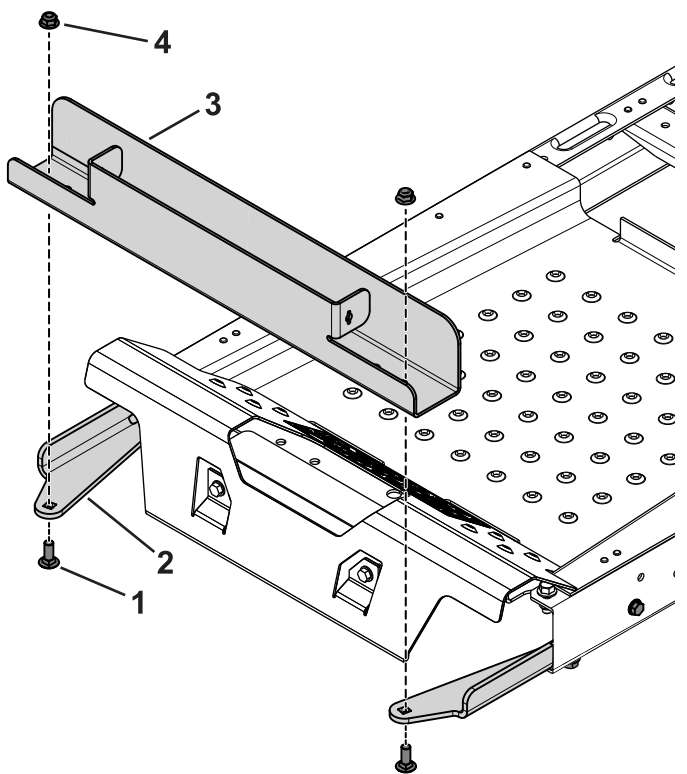

Figura 4
3. Utilice los 2 pernos de cuello cuadrado (3/8" x 1") y tuercas con arandela prensada para sujetar la bandeja de pesos a los soportes (Figura 4).